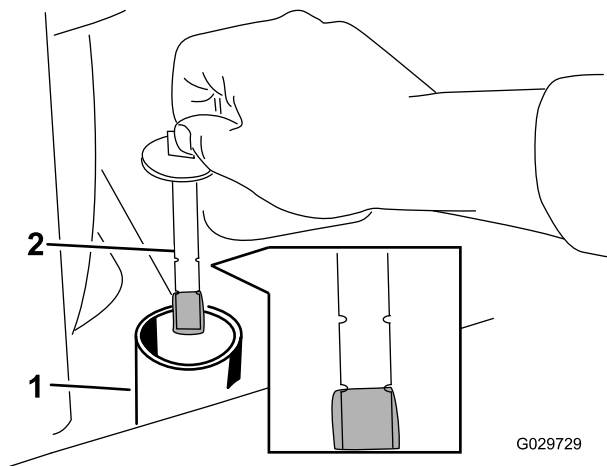

Figura 63
8. Retire el tapón del cuello de llenado y compruebe el nivel de fluido en la varilla (Figura 63).